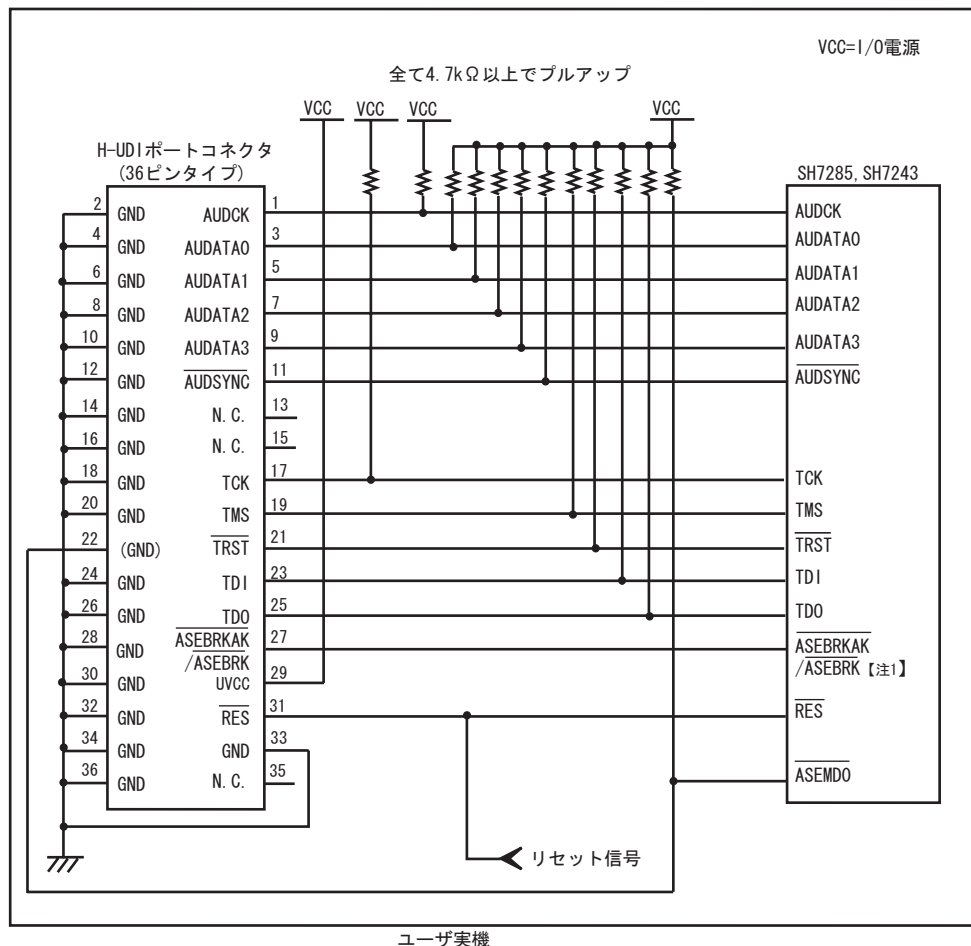

図 1.6 E10A-USB 使用時の H-UDI ポートコネクタ - チップ間の推奨接続例(36 ピンタイプ)
E10A-USB エミュレータ使用時の H-UDI+AUD ポートコネクタ(36 ピンタイプ)とチップ間の推奨接続例を図 1.5、図 1.6 に示します。
7. 図 1.5、図 1.6 に記載されている抵抗値は、参考値です。
- 図1.6の回路を組んだ場合のE10A-USBエミュレータのスイッチ設定：SW2=1, SW3=1